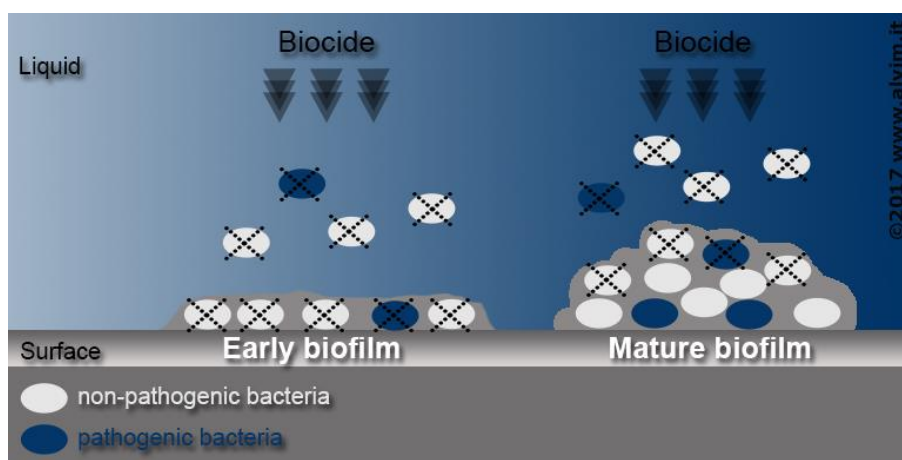

Fig. 3: Efficacia dei trattamenti biocidi nei confronti di diverse fasi di sviluppo del biofilm
- se il biofilm è nella sua fase iniziale di sviluppo (Fig. 3, sulla sinistra), può essere completamente rimosso;
- se è maturo (Fig. 3, sulla destra), è molto più difficile distruggerlo completamente.
Va osservato come l'effetto dei biocidi sul biofilm risulti fortemente influenzato dallo stadio di sviluppo di quest'ultimo (Fig. 3). Durante le sue prime fasi di crescita, il biofilm è altamente vulnerabile ai biocidi (principalmente per l'assenza della matrice di EPS, che agisce come uno "scudo" per i batteri), mentre, negli stadi più avanzati, il biofilm sviluppa una maggiore resistenza alle sostanze tossiche, rendendo necessario l'impiego di concentrazioni maggiori di biocidi per ottenere gli effetti desiderati.